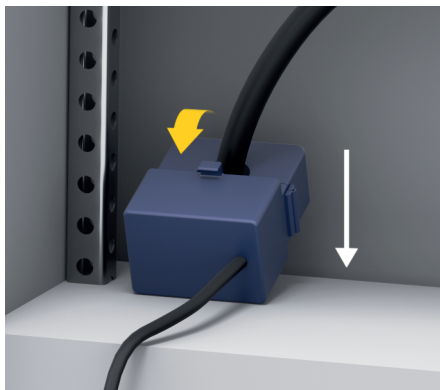

Fig. 15: Strømsensor installasjonseksempel
- Forsikre deg om at sensoren har riktig måleretning (Fig. 15, hvit pil).
- DE Velg et installasjonssted som lar kabler føres rett, og vær oppmerksom på målings(**pilen som peker mot belastningen**) (Fig. 15, hvit pil).
- EN Sett inn installasjonskabelen i strømsensoren og lukk sensordekselet (Fig. 15, gul pil).